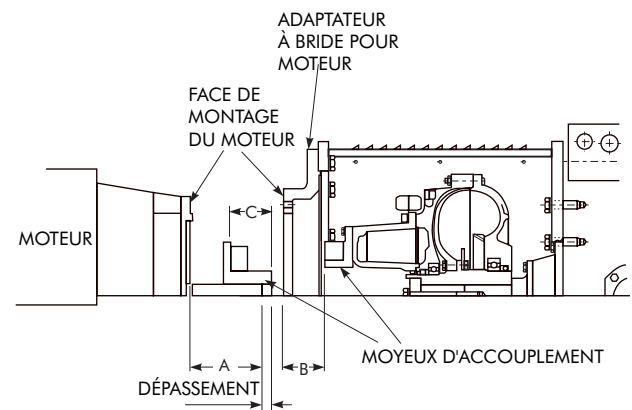

Figure 1
**ADAPTEURS À BRIDE POUR MOTEUR** — Un positionnement axial précis du moyeu d'accouplement sur l'arbre du moteur est requis pour garantir un jeu d'accouplement satisfaisant. Pour établir le dépassement approprié par rapport à l'arbre du moteur, il est nécessaire de relever certaines cotes. Se référer à la figure 1 ci-dessous. Mesurer d'abord la distance (A) entre la face de montage du moteur côté moteur et l'extrémité de l'arbre du moteur. Mesurer ensuite la distance (B) entre la face de montage du moteur, côté adaptateur, et la face du moyeu de l'entraînement à engrenages. Se reporter aux instructions d'installation et de maintenance pour déterminer le jeu d'accouplement souhaité. Le dépassement recherché est déterminé par la relation suivante :
**REMARQUE :** Pour les accouplements pour lesquels aucun jeu n'est observé à l'extrémité du moyeu côté moteur, un réglage supplémentaire est nécessaire. Voir la cote C de la figure 1 ci-dessous.